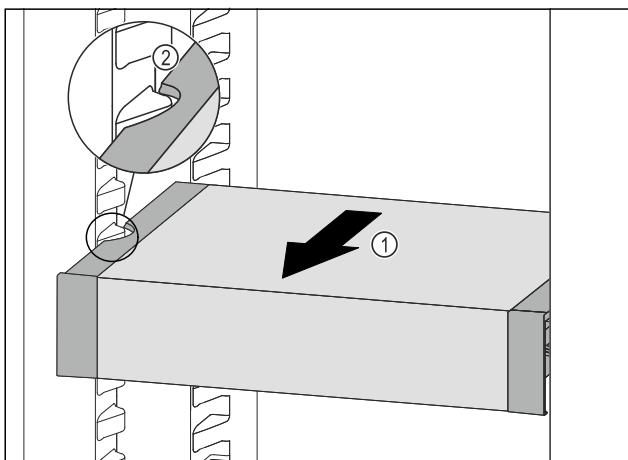

Fig. 116
- ▶ Trageți în față VarioSafe Fig. 116 (1), până când degajările laterale ale VarioSafe se află la înălțimea nervurii recipientului din frigider. Fig. 116 (2)